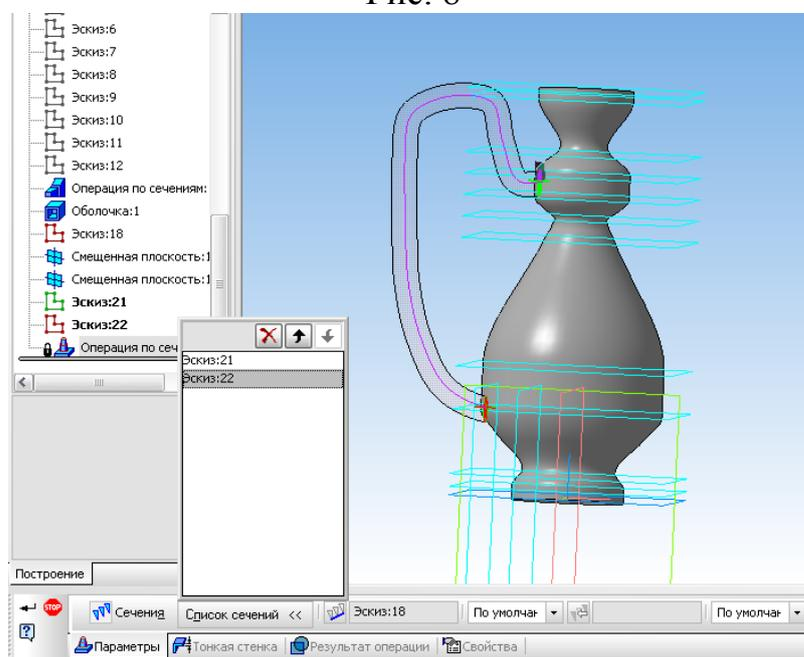

Рис. 9
49. Включите кнопку  – *Осевая линия* и укажите в *Дереве построения* элемент *Эскиз: 13 направляющая*. На экране появится фантом ручки (рис. 9).